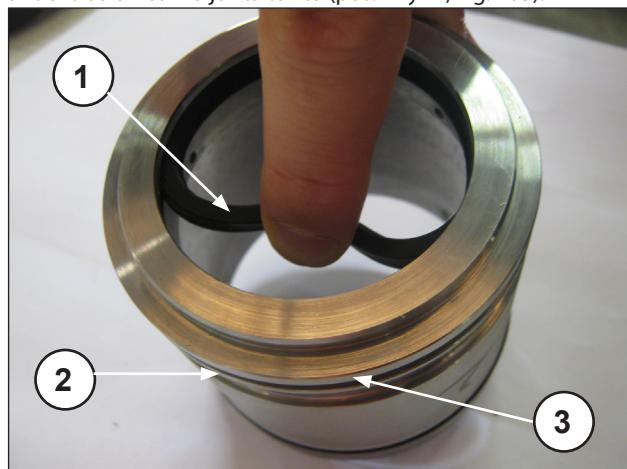

Fig. 165
Introducir la junta de baja presión en el soporte de las arandelas de prensaestopas (pos. ①, Fig. 165) controlando el sentido de montaje (el labio de retención debe estar hacia adelante, hacia la cabeza), la junta tórica y la anilla antiextrusión con la junta tórica (pos. ② y ③, Fig. 165).